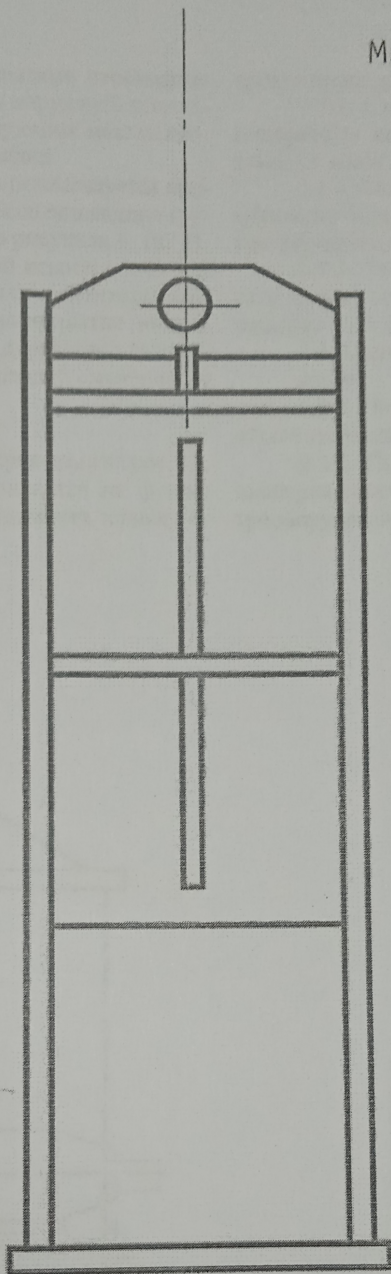

Рис.9 Схема транспортировки защитной камеры
9.1.3. Транспортирование распакованного станка производить в соответствии со схемой (рис. 9, 10, 11).